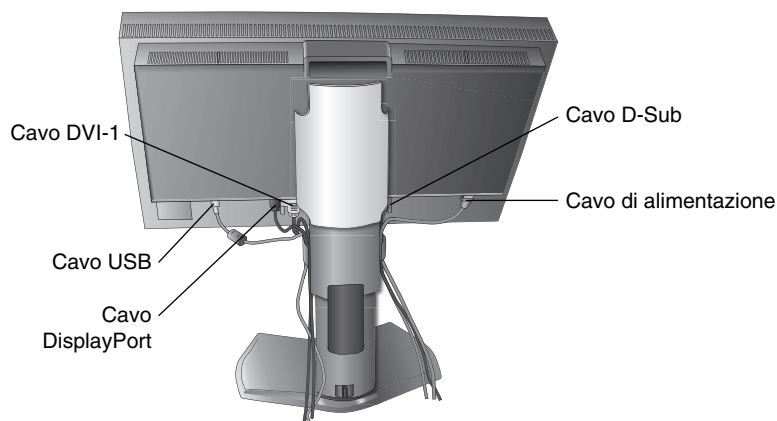
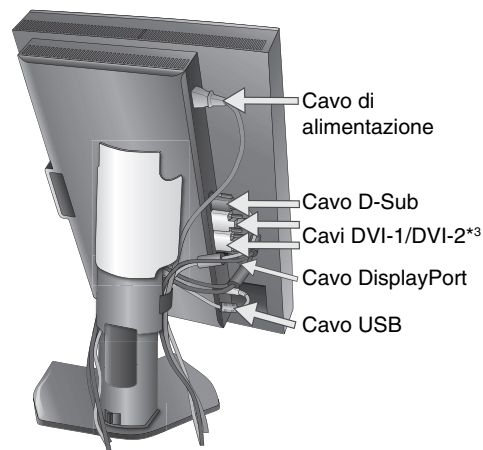

Figura C.2
Figura C.3
- Per disporre ordinatamente i cavi, utilizzare il sistema di gestione dei cavi predisposto sul supporto. Fissare saldamente e ordinatamente i cavi ai ganci (**Figura C.2** e **Figura C.3**).